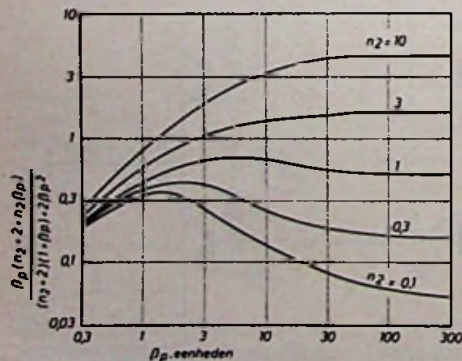

Fig. 7. Stroomverhoudingen in de OTA.
β van de PNP-transistor en door de differentiële ingangstroom wordt bepaald. Als gevolg van een en ander is de common-mode onderdrukking groot. Fig. 7 geeft de verhouding tussen $(i_{c7} + i_{c8})$ en $(i_{c3} + i_{c4})$ voor verschillende waarden van n_2 . Wordt het collectorsignaal van TS7 toegevoerd aan een stroomspiegel welke op haar beurt aan de collector van TS8 ligt, dan is de daarbij optredende differentiële uitgangstroom bij benadering gelijk aan:
Uit fig. 7 blijkt, dat de instel-gelijkstromen nagenoeg onafhankelijk zijn van de β van de PNP-transistoren, terwijl uit vergelijking (4) en (5) blijkt, dat de wisselstroomversterking van de totale schakeling direct verband houdt met de β van de PNP. Deze afhankelijkheid komt tot uiting in de stijlheid van de OTA.